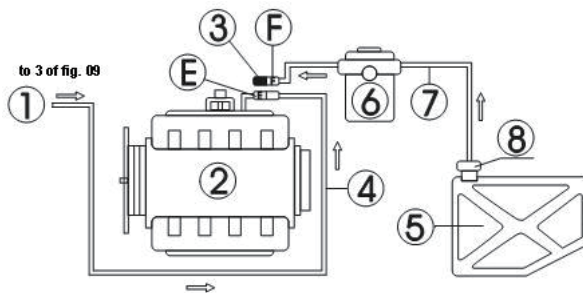

Fig.10
De slangleiding aansluiting van de motor zonder retour slang is afgebeeld als in fig.10.
- Koppel de brandstoftoevoerslangen (E, F) van het brandstofsysteem van de motor los (omwikkel de connector bij het loskoppelen), en kies vervolgens een goede connector en sluit deze aan op het E-uiteinde. Sluit de brandstof-uitlaatslang van het toestel weer goed aan en maak de brandstofretourslang hangend. Zie fig.10.
- Stop het andere uiteinde van het losgekoppelde uiteinde (F) met een geschikte stopper, (alleen te gebruiken wanneer de brandstofpomp de terugstuurfunctie voor brandstof heeft) of verwijder de zekering van de brandstofpomp of maak de voedingskabel van de brandstofpomp los.